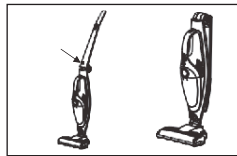

Abb. 2
- Halten Sie den Griff (1) und heben Sie den Arm an und verriegeln Sie ihn. Um den Arm zu klappen, drücken Sie die Taste (4) - **Abb. 2**.